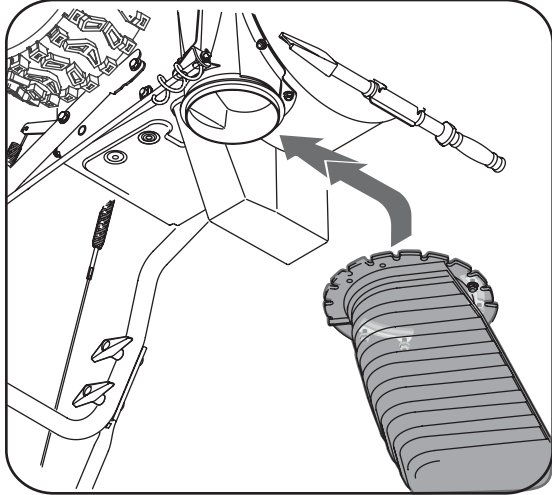

Figure 3-5
- Glissez la goulotte sur l'ouverture prévue en orientant l'encoche de la goulotte vers l'avant de la souffluse. Voir la Figure 3-5.